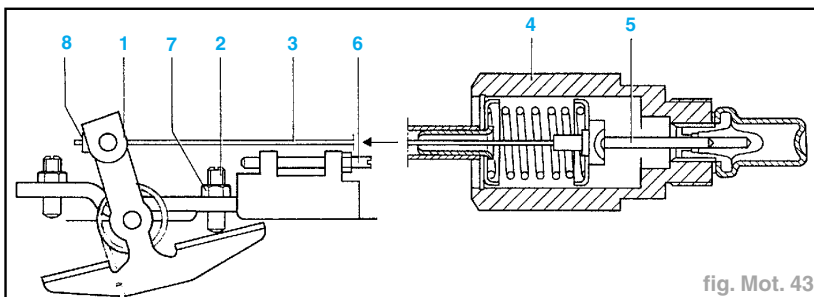

fig. Mot. 43
- Dans le cas contraire, on dévissera la vis de réglage de débit résiduel (6) jusqu'à disparition de la condition ci-dessus lors de la reprise du test (fig. Mot. 43).
- Après le contrôle, procéder au réglage du ralenti en se servant de la vis (2) jusqu'à obtention du régime préconisé (900 ± 20 tr/mn).
- Après le réglage, visser la vis de débit résiduel (6) jusqu'à obtention d'une hausse de régime d'environ 10 tr/mn ; dévisser ensuite la vis de débit résiduel (6) de $0,5$ à 1 tour puis la bloquer avec le contre-écrou prévu à cet effet.
- Une fois le réglage terminé, bloquer la vis (2) à l'aide de l'écrou (7).
- Pour le réglage périodique du régime de ralenti on ne devra pas intervenir sur la vis (6) afin de ne pas nuire au bon fonctionnement de la pompe d'injection.